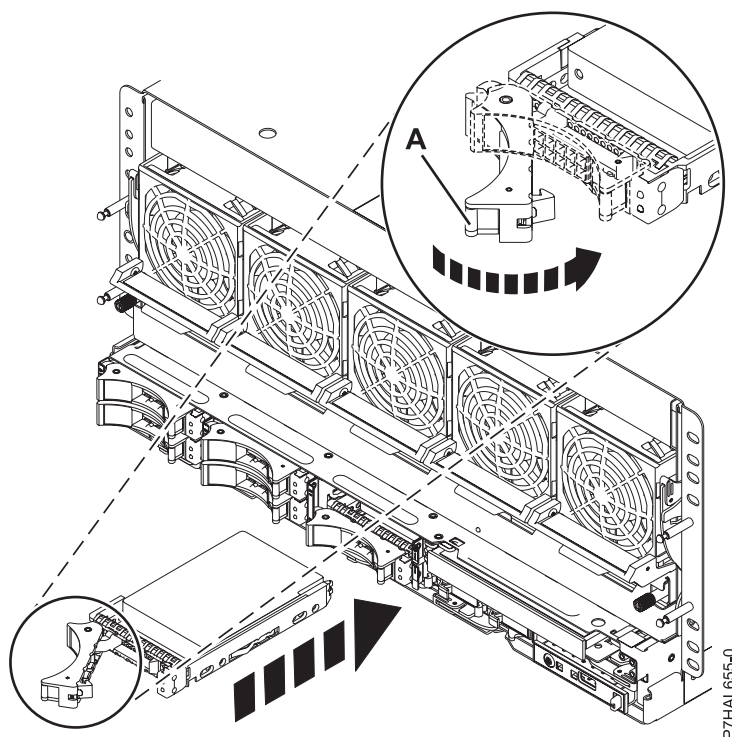

Figura 41. Substitució d'una unitat de disc al sistema
8. Quan el LED d'identificació es torni sòlid, inseriu del tot la unitat de disc o unitat d'estat sòlid en el sistema o unitat d'expansió i feu pressió a la nansa de la unitat (A) fins que quedi bloquejada, tal com es mostra a la Figura 41.